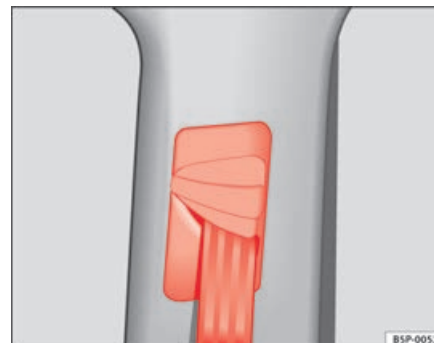

Fig. 17 Dispositivo di regolazione dell'altezza della cintura
- Premere sulla staffa di inversione posta in alto, tenendola poi in questa posizione ⇒ **fig. 17**.